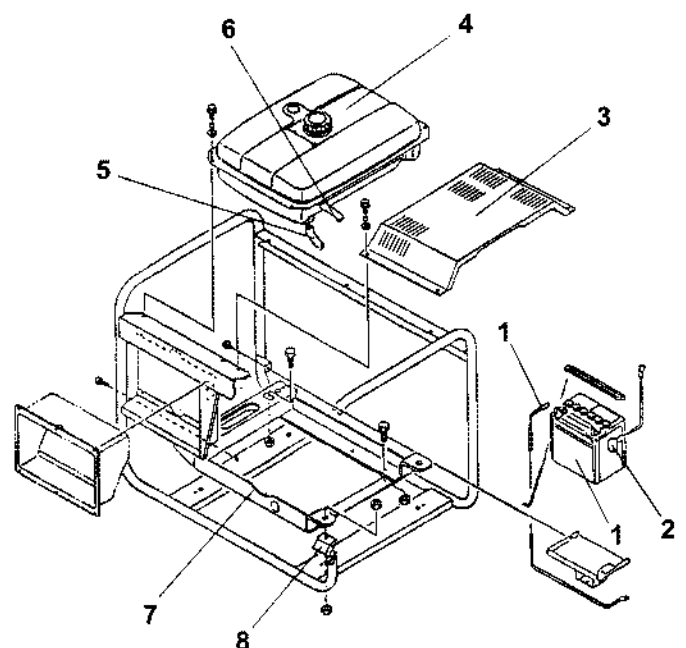

Рис. 13 Рама и дополнительные опоры
● Рис. 13 иллюстрирует объем и содержание работ и расположение узлов.
1. Отсоедините кабели аккумулятора (Рис. 13, (1))
2. Отсоедините аккумулятор (Рис. 13, (2)).
3. Снимите крышку двигателя (Рис. 13, (3)).
4. Отсоедините топливные шланги (Рис. 13, (5), (6)) от двигателя и затем снимите топливный бак (Рис. 13, (4)).
- Закрепите шланг (Рис. 13, (5)) так, чтобы оба конца шланга были отсоединены во время разборки.
- После закрепления шланга (Рис. 13, (5)), продуйте воздухом шланг (Рис. 13, (5)) вместе с топливным насосом высокого давления.
5. Снимите дополнительные опоры (Рис. 13, (7)).
6. Снимите виброгаситель (Рис. 13, (8)).